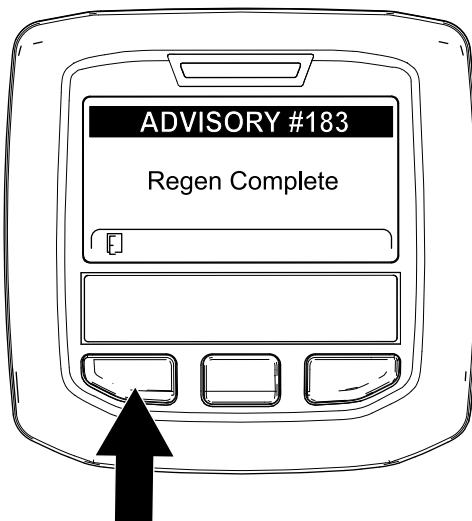

図 51
9. 駐車再生 や リカバリ再生が終了すると、インフォセンターにアドバイスNo. 183 が表示される図 51。左ボタンを押してホーム画面に戻る。
注 再生に失敗した場合は、インフォセンターにアドバイス No. 184 図 51 が表示される。左ボタンを押してホーム画面に戻る。